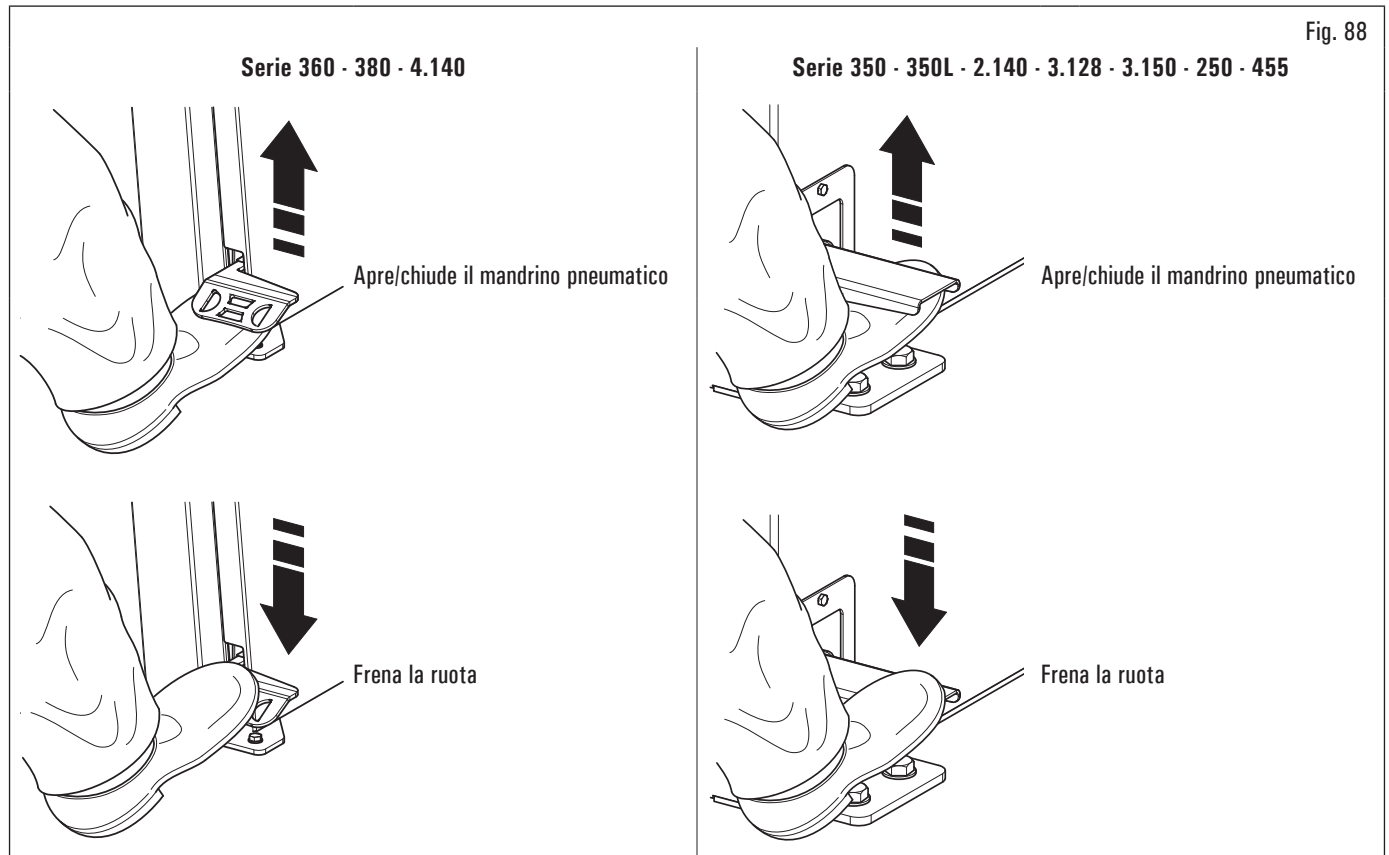

Fig. 88
1. Se il mandrino pneumatico è chiuso, aprirlo sollevando l'apposito pedale, vedi Fig. 88;